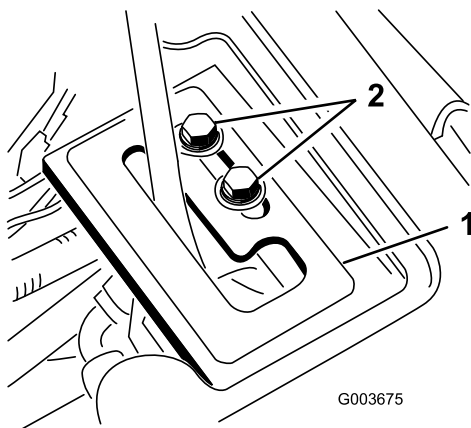

Bild 25
1. Stecken Sie die Hebelführungsplatte über den Hubhebel und befestigen Sie sie mit 2 Flanschschrauben und Unterlegscheiben lose am Rahmen (Bild 25).
7. Wenn der Motor läuft und der Hubhebel in der **Schwebe**-Stellung ist, schieben Sie die Hebelführungsplatte, bis der Hubzylinder mit der Hand aus- und eingefahren werden kann (Bild 25).
8. Ziehen Sie die zwei Befestigungsschrauben der Hubhebelführungsplatte an, um die Einstellung zu arretieren (Bild 25).